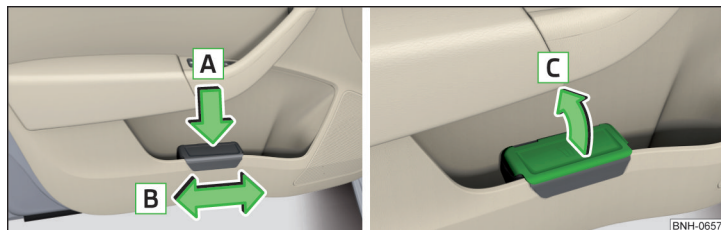

Fig. 81 Cubo de basura: colocar y mover / abrir
- Presione el cubo de basura por el área trasero en el sentido de la flecha **A** » fig. 81.
- Extraiga el cubo de basura en sentido contrario al de la flecha **A** » fig. 81.
- Levantar la tapa en el sentido de la flecha **C** » fig. 81.